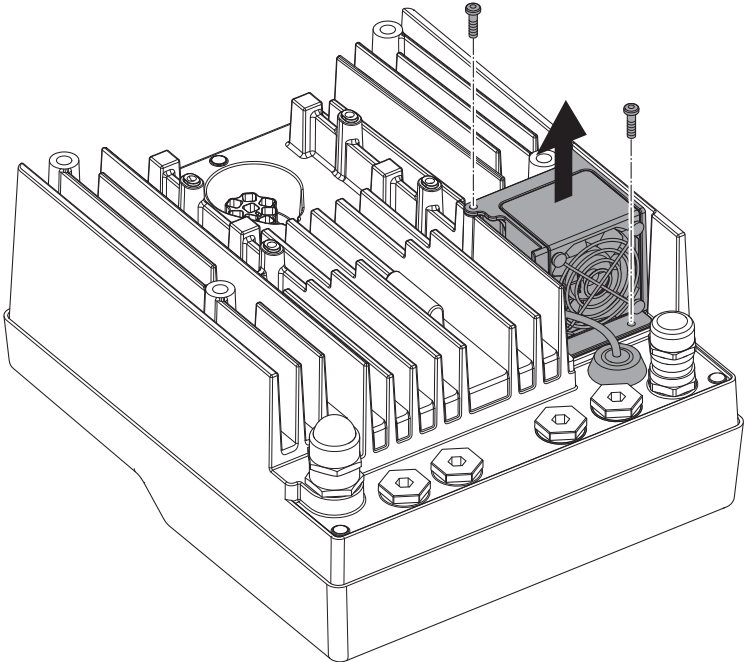

Fig. 47: Demontarea ventilatorului modulului
- Desfaceți șuruburile ventilatorului modului (Fig. 47).